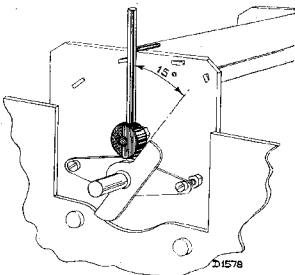

Fig. 4
4. Een instelmal voor de variabele condensator, n.l. van 15° , zie fig. 4.
1. S.O. instellen op 360 Kc (833 m) en dit signaal via normale kunstantenne toevoeren aan antennebus, 15° mal aanbrengen (zie fig. 4).